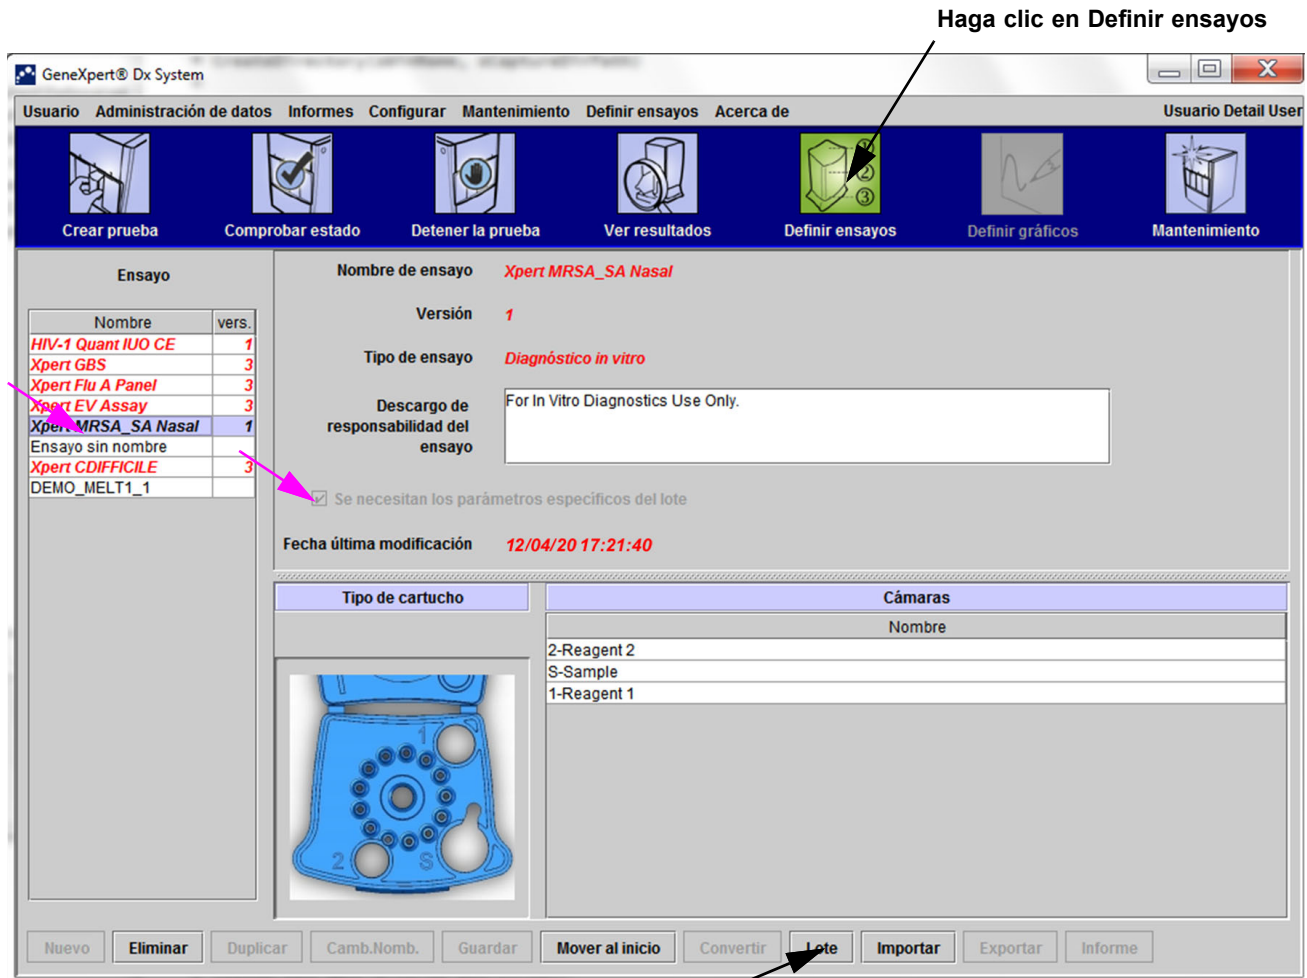
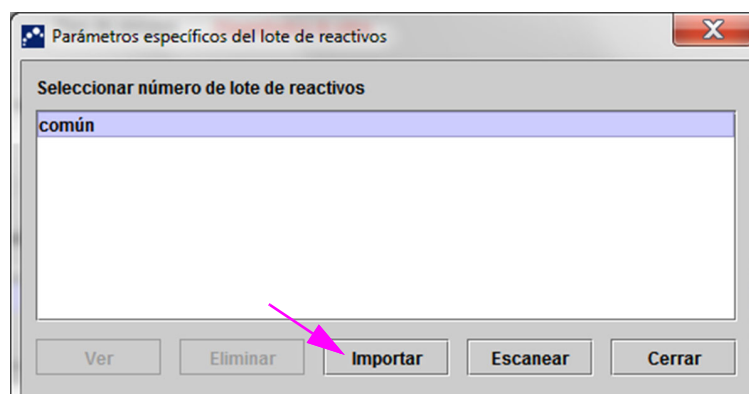

Figura 2-94. Ventana Definir ensayos, con la casilla Se necesitan los parámetros específicos del lote activada
Figura 2-95. Cuadro de diálogo Parámetros específicos del lote de reactivos
1. En la ventana Definir ensayos (consulte la figura 2-94), seleccione el nombre del ensayo en la lista **Ensayo** en la parte izquierda de la ventana.
2. Haga clic en **Lote**. Aparece el cuadro de diálogo Parámetros específicos del lote de reactivos. Consulte la figura 2-95.
La figura 2-95 muestra el número de lote del reactivo antes de importar los lotes específicos. Si los ensayos o parámetros específicos de lote ya han sido importados en el sistema, se mostrarán los números de lote del reactivo.
1. En la ventana **Definir ensayos** (consulte la figura 2-94), haga clic en **Lote**. Aparece el cuadro de diálogo Parámetros específicos del lote de reactivos. Consulte la figura 2-95.